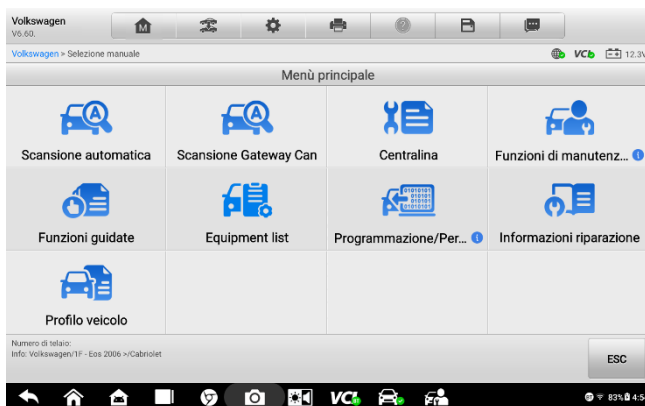

Figura 4-2 Schermata Diagnostica Veicolo
5. Selezionare **OK**. Il veicolo verrà identificato in pochi secondi e, una volta confermate le relative informazioni, il sistema guiderà l'operatore direttamente alla schermata Diagnostica del veicolo. (Vedi Figura 4-2 Schermata Diagnostica Veicolo).